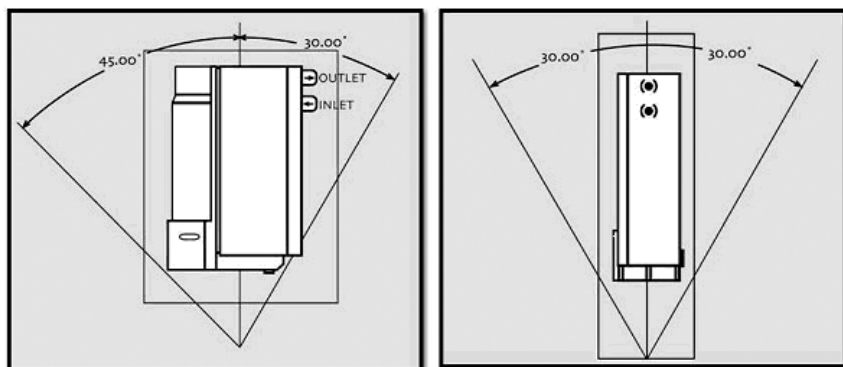

Рис.1
- устройство должно быть установлено вертикально в соответствии с требованиями, показанными на рис. 1.